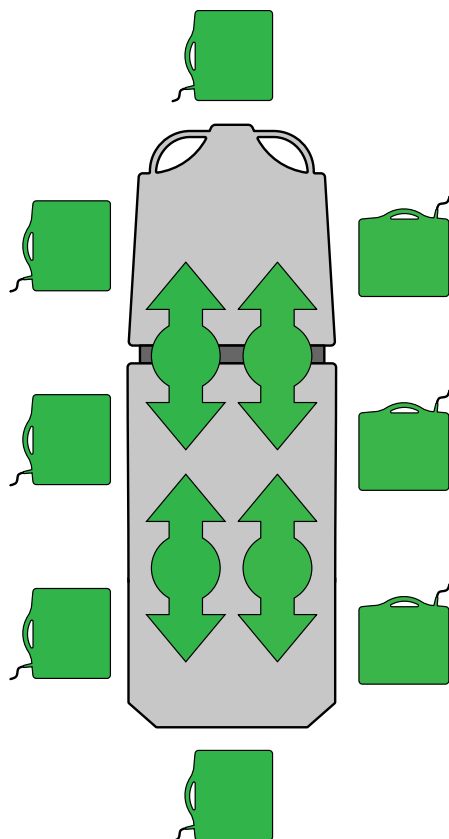

Figure 17 – Insertion ou retrait des cassettes radiographiques
1. Centrer le patient sur le produit en utilisant les étiquettes d'indication de position situées des quatre côtés du produit (voir Figure 17).